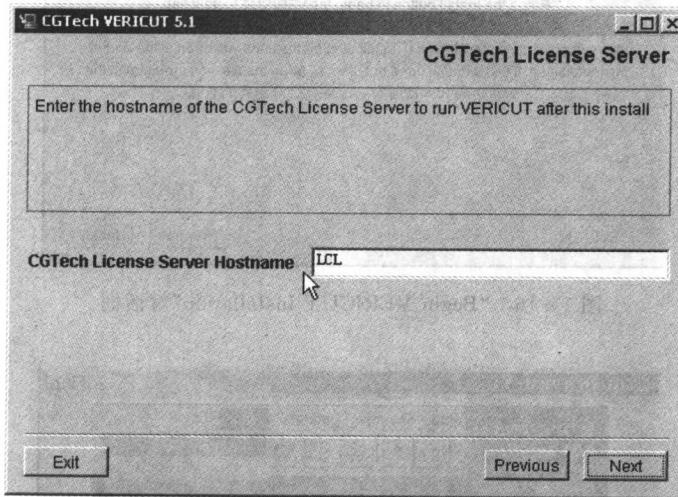

图 1-14 “CGTech License Server”对话框
(9) 单击“Next”按钮，弹出“CGTech License Server”对话框，如图 1-14 所示，在“CGTech License Server Hostname”输入栏中键入本计算机的主机名称。